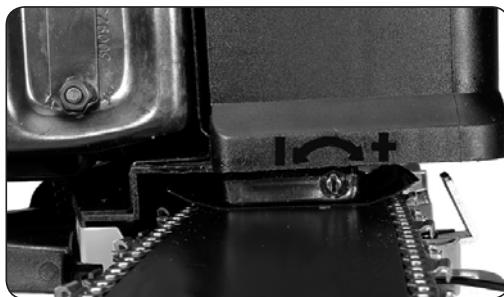

Рис. 9
Цепная пила оснащена системой автоматического смазывания, которая обеспечивает необходимое количество смазки к шине и цепи. При увеличении скорости двигателя увеличивается приток масла к шине. Приток масла к шине и цепи может регулироваться вращением винта (A), показан на (Рис. 9). Вращайте винт по ходу часовой стрелки, чтобы уменьшить приток масла, а обратно против хода часовой стрелки – чтобы увеличить приток масла.